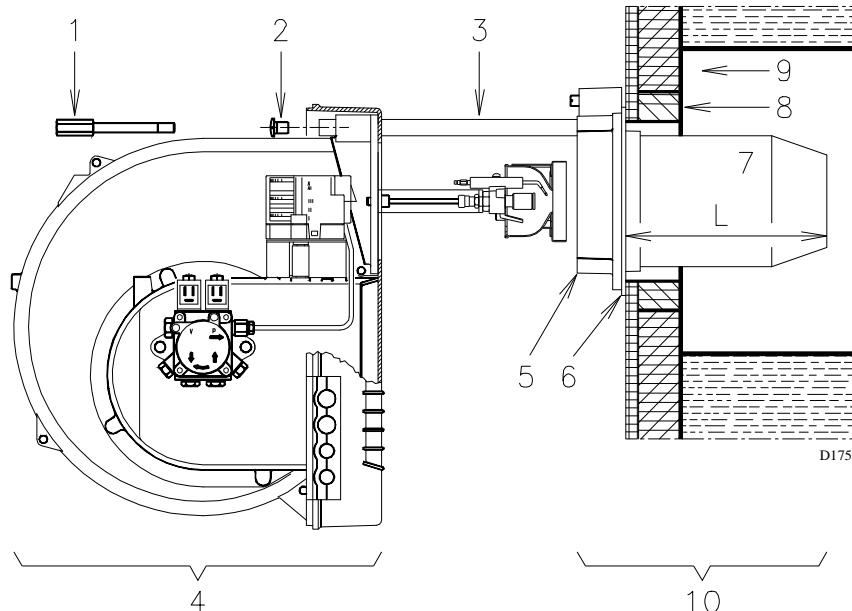

Fig. 11
- En caso de que se deba sustituir la boquilla con el quemador ya colocado en la caldera, abrir el quemador en las guías como en la Fig. 11, pág. 13, después de haber montado los alargadores 16)(Fig. 6, pág. 10), y proceder como se describió anteriormente.